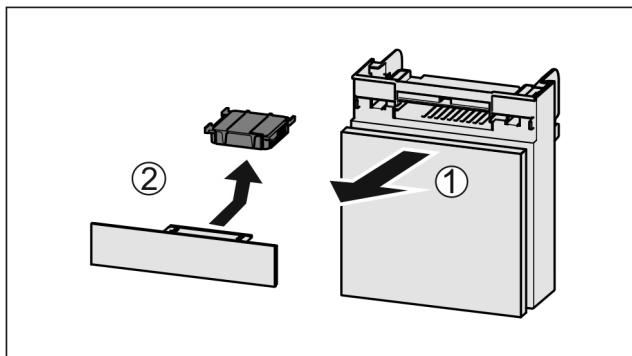

Fig. 88
- ▶ Zásuvku vytáhněte dopředu Fig. 88 (1).
- ▶ Filtr s aktivním uhlím vyjměte Fig. 88 (2).